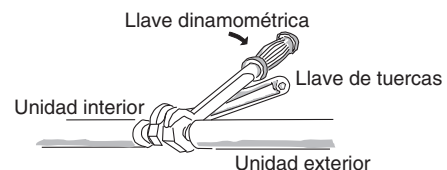

Fig. 5-6
- (2) Para apretar las tuercas abocardadas, aplique el par de torsión especificado.
- Cuando extraiga las tuercas abocardadas de las tuberías o cuando las apriete después de haber conectado las tuberías, asegúrese de utilizar 2 llaves ajustables o llaves inglesas. (Fig. 5-6)